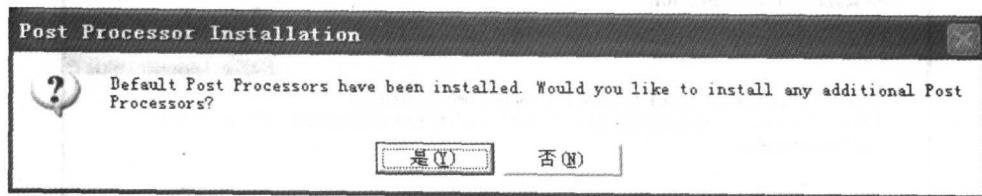

图 1.6 安装后置处理程序提示
6. 安装完毕后,系统弹出如图 1.6 所示,提示是否安装后置处理程序,点击 Y(安装),点击 Next。